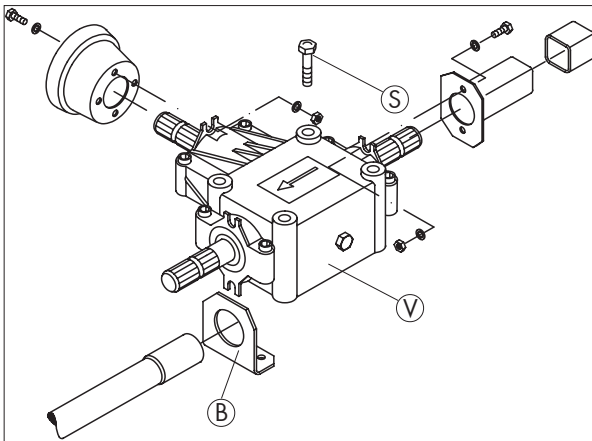

Bild 3-22
Verteilergetriebe (V) mit je vier Schrauben (S) unter dem Längsträger befestigen. Dabei muß der Schutzrohrhalter (B) am vorderen Getriebe mitverschraubt werden (Bild 3-22). Beim hinteren Verteilergetriebe ist das Wellenende abgedeckt. Verwenden Sie hierfür den Inhalt des Beutels S.